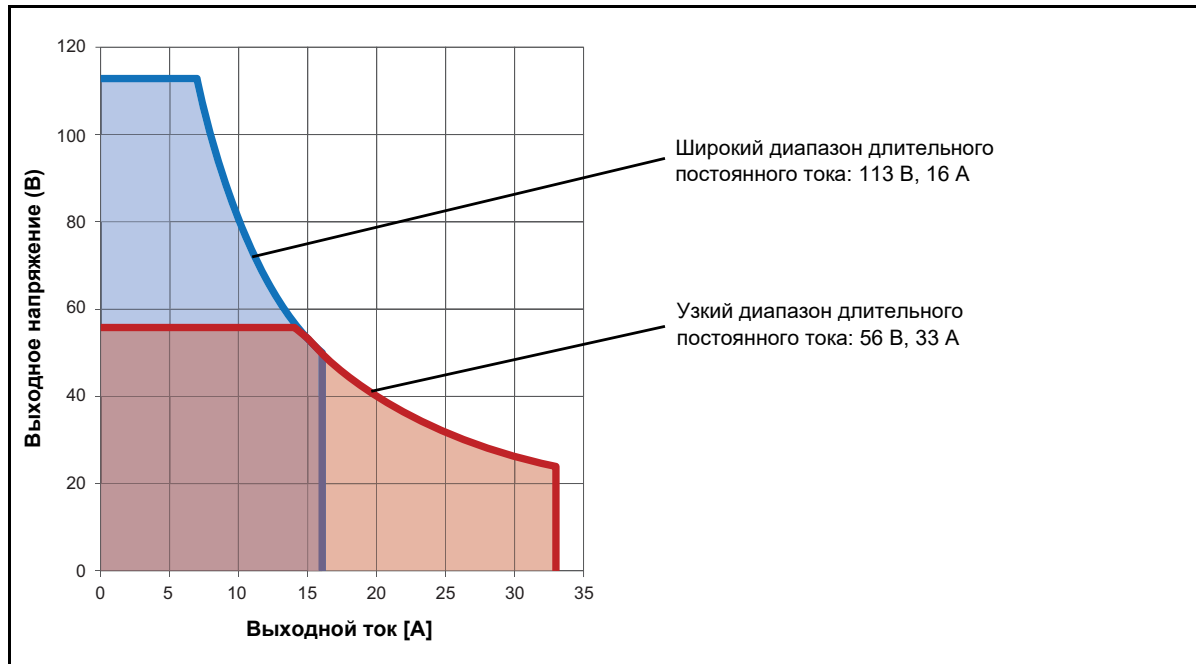

Рис. 15-3: Допустимый рабочий диапазон: 3 х пост. ток, 113 В, 16 А
1. См. Рис. 15-3: «Допустимый рабочий диапазон: 3 х пост. ток, 113 В, 16 А» на стр. 235